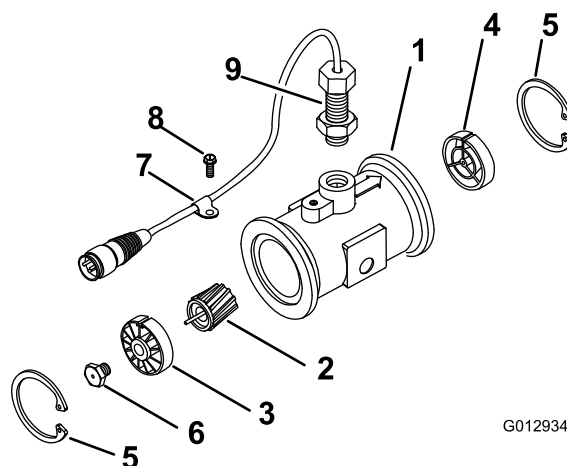

Рисунок 66
3. Снимите стопорное кольцо со стороны входа (Рисунок 66).